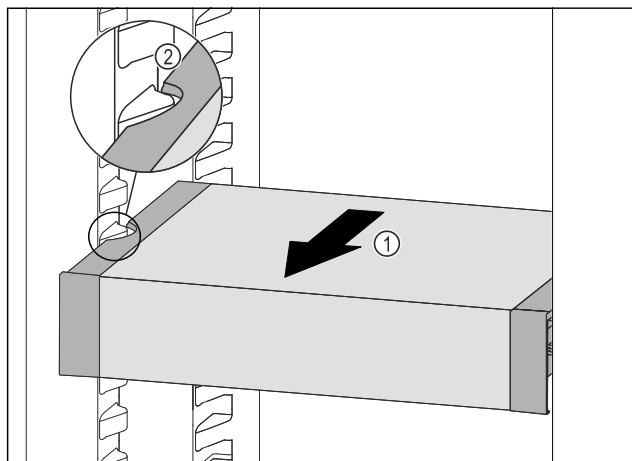

Fig. 109
- Táhněte VarioSafe dopředu Fig. 109 (1), dokud nebudou boční vybrání VarioSafe na úrovni žebrování na nádoby v chladničce. Fig. 109 (2)